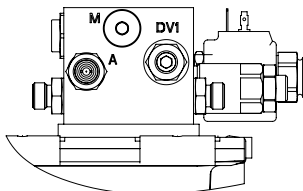

Рис. 4.
- При необходимости изменения, настройте скорость опускания платформы. Настройка осуществляется дроссельным клапаном **DV1** (рис. 4) путём поворота регулировочного винта по часовой стрелке — для уменьшения скорости, и поворотом против часовой стрелки — для увеличения скорости. Предварительно необходимо отпустить контргайку.